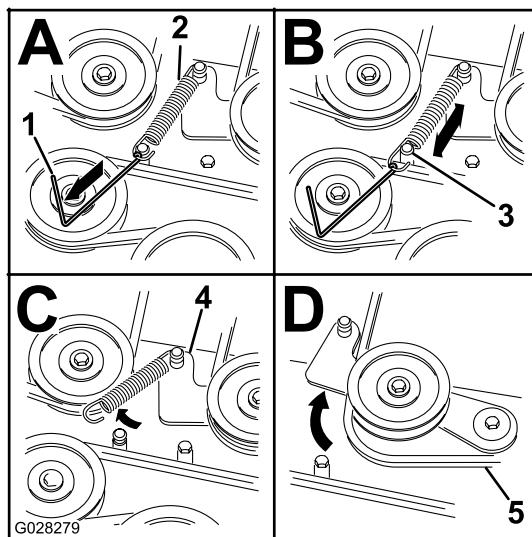

Figure 75
5. Détachez le ressort de la poulie de tension à ressort; voir Figure 75.
**Remarque:** Utilisez l'outil de dépose de ressort (réf. Toro 92-5771) pour décrocher le ressort de l'ergot du tablier de coupe (Figure 75).